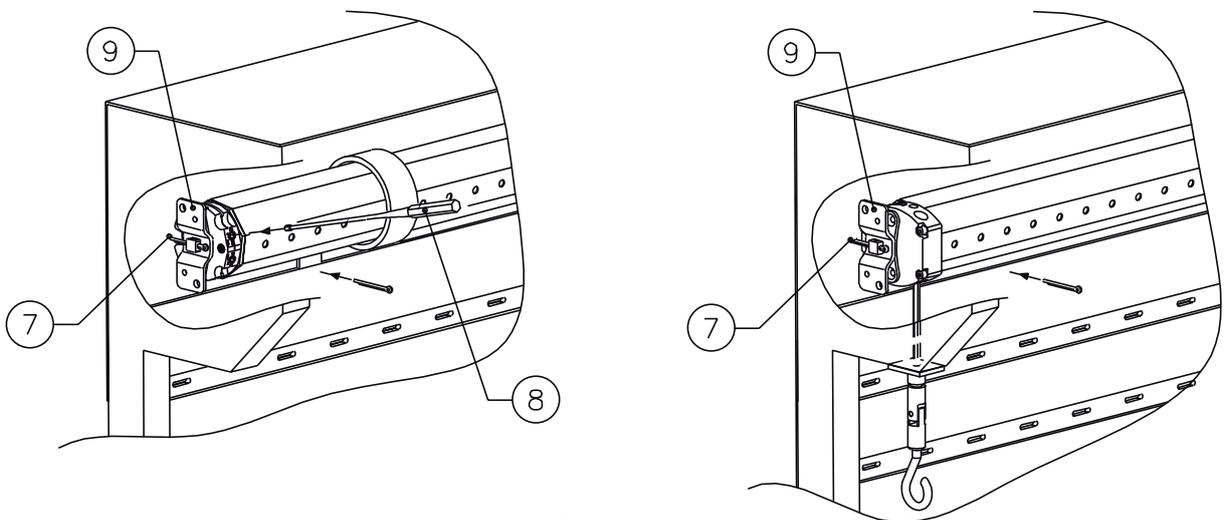

FIG.3
- C)** Al final bloquear la extremidad del motorreductor en la abrazadera (9) mediante la chaveta (7) que se entrega (fig. 3).